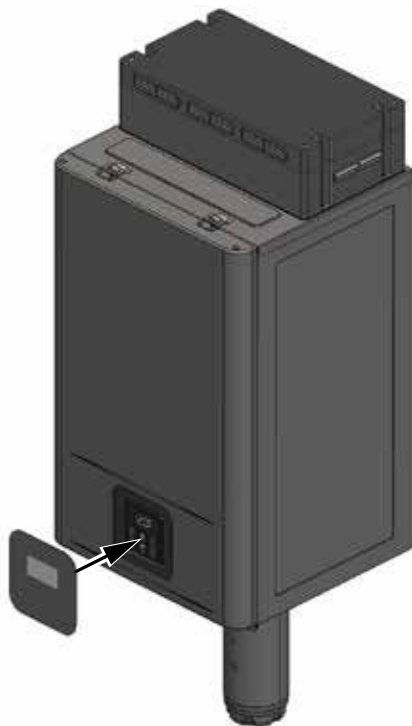

Figure 28 - Installation de la plaque de recouvrement du tableau de commande
- 4 Fixer la plaque de recouvrement du module d'interface utilisateur (MIU) comme illustré dans la Figure 28.